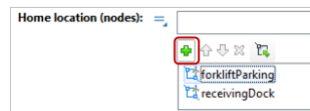

Рисунок 11.6 – Паркування навантажувача
– в області «Домашнє розташування» (вузли) виберіть вузол «*plus button and then click forkliftparking*» і натисніть кнопку з плюсом, а потім *forkliftparking* у списку вузлів моделі (рис. 11.6; 11.7).